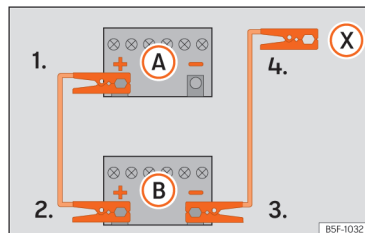

Fig. 162 Esquema de ligação para veículos sem sistema Start/Stop.
2. Ligue uma extremidade do cabo *vermelho* de emergência ao polo positivo (+) do veículo com a bateria descarregada (A).
3. Ligue a outra extremidade do cabo auxiliar de arranque *vermelho* ao polo positivo (+) do veículo que fornece a corrente (B).
4. Veículos sem sistema Start-Stop: ligue uma extremidade do cabo preto de emergência ao polo negativo (-) do veículo que fornece a corrente (B) »» Fig. 162.